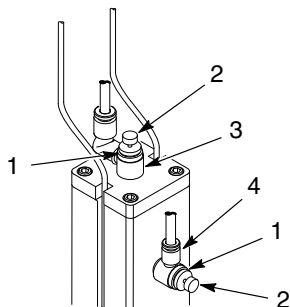

Рис. 4 Настройка регулирующего клапана
1. См. рис. 4. Ослабить стопорное кольцо (1) на клапане выпуска (3).
2. Поворачивая ручку (2) по часовой стрелке, вернуть ее до упора в клапан выпуска (3). Отвернуть ручку обратно на 2 оборота.
3. Надежно затянуть стопорное кольцо (1).
4. Выполнить операции 1 – 3 для регулирующего клапана заполнения (4).